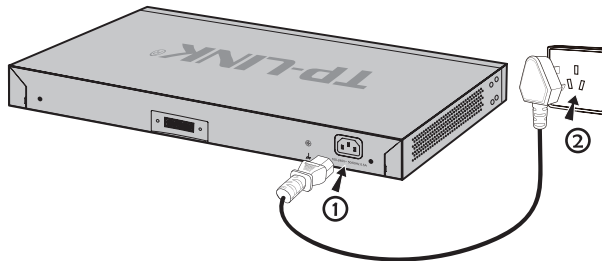

图3-6 电源线连接示意图
2. 防火墙原装电源线连接防火墙与电源插座，如图3-6所示。